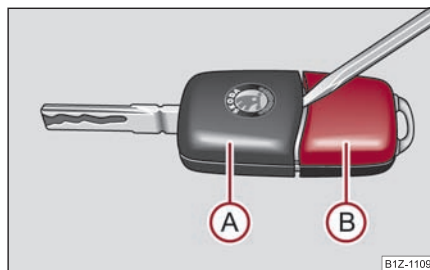

Fig. 38 Desfacerea cheii cu telecomandă
Fiecare cheie conține o baterie, care se găsește în capacul carcasei emițătorului (B) ⇒ pagina 42, fig. 38. Vă recomandăm să vă adresați unei unități service autorizate Škoda pentru înlocuirea bateriei cheii. Dacă doriți totuși să înlocuiți singur bateria, procedați în felul următor:
- Desprindeți cheia (A) ⇒ pagina 42, fig. 38 cu ajutorul unei șurubelnițe subțiri de carcasa (B).